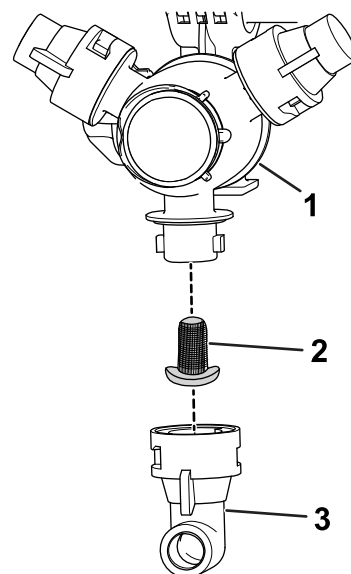

Figure 104
2. Déposez la buse de la tourelle de pulvérisation (Figure 104).
3. Retirez le filtre de buse usagé (Figure 104).
4. Montez le filtre de buse neuf (Figure 104).
5. Montez la buse sur la tourelle de pulvérisation (Figure 104).